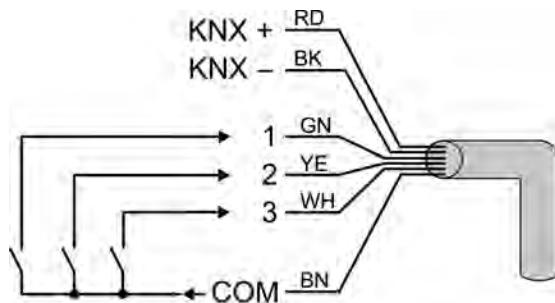

Bild 5: Anschluss der Nebenstelleneingänge
- Nach Bedarf potentialfreiekontakte an die Eingänge anschließen (Bild 5).